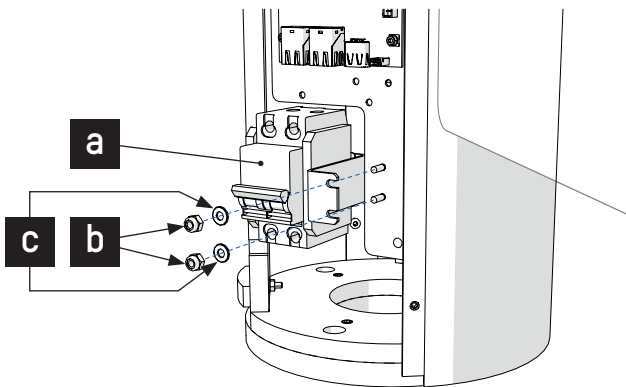

Fig. 39 - Kopplingsbyte (Huvudbrytaren)
3. Ta bort fästelementen, muttrar (b) och brickor (c), från kretsbrytarenheten (a) för att lossa de monterade delarna (fig. 39);
3. Ta bort fästelementen, muttrar (b) och brickor (c), från kretsbrytareheten (a) för att lossa de monterade delarna (fig. 39);